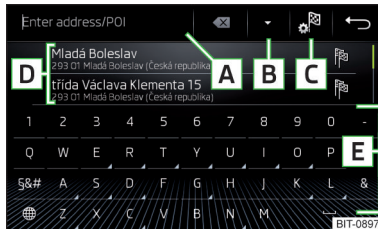
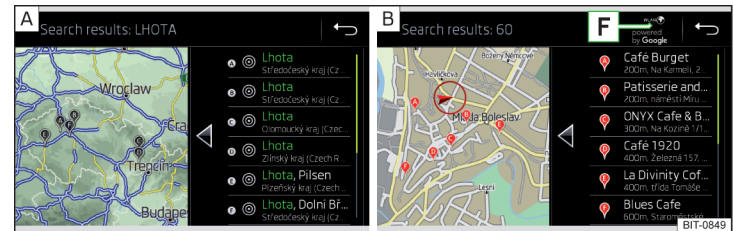

Abb. 158
Abb. 159 Liste der aufgesuchten Ziele: in den Navigationsdaten / online
#### Funktionsflächen » Abb. 158 und » Abb. 159
Im Bereich **D** » Abb. 158 wird eine Liste der aufgesuchten Ziele angezeigt. ▶
- ▶ **oder:** Die Funktionsfläche **B** » Abb. 158 antippen.
- 📍 In den Navigationsdaten aufgesuchte Ziele » Abb. 159 - **A**.
- 📍 Online aufgesuchte Ziele » Abb. 159 - **B**.